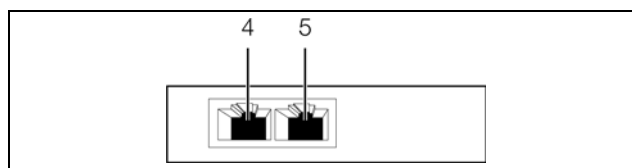

Рис. 8: Задняя сторона датчика перепада давления
- Соедините датчик перепада давления кабелем CAN-Bus с интерфейсом CAN-Bus Процессорного блока СМС III или с соседним компонентом в шине CAN-Bus (рис. 8, поз. 4).
- При необходимости подключите ко второму, свободному интерфейсу CAN-Bus датчика перепада давления (рис. 8, поз. 5) следующий компонент (например, датчик другого типа).